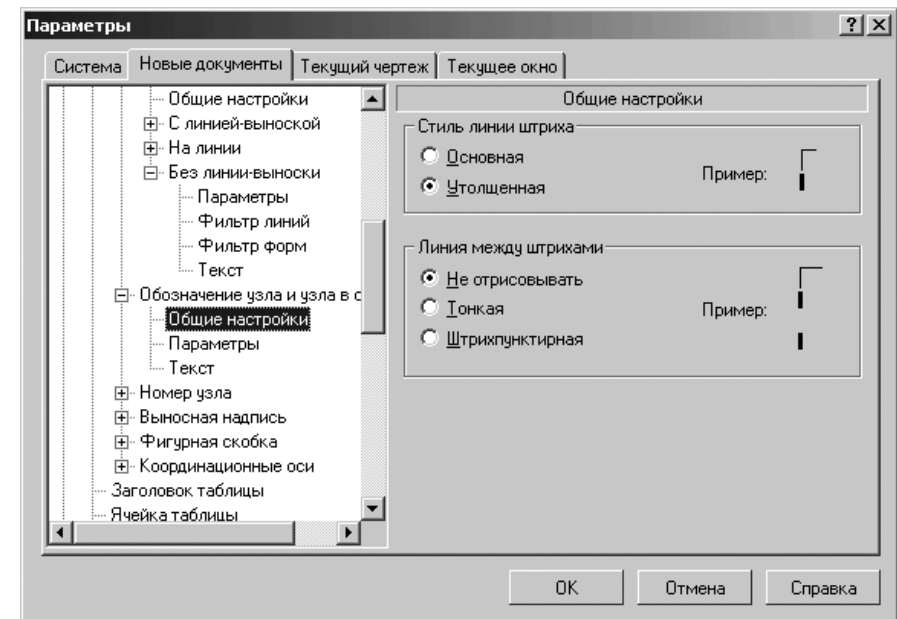

Рис. 10.57. Диалоговое окно **Параметры** с открытой вкладкой **Новые документы** и панелью **Общие настройки**
- щелкните в списке настраиваемых элементов **Обозначение узла и узла в сечении** по пункту **Общие настройки**. В правой части появится панель **Общие настройки**, показанная на рис. 10.57;